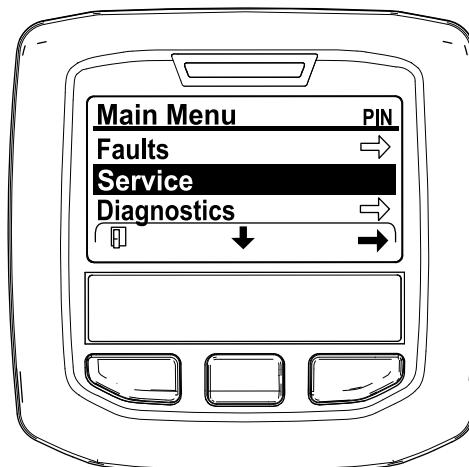

図 29
- メインメニュー MAIN MENU 画面で、中央ボタンを押して整備 SERVICE メニューへ移動し、右ボタンで整備 SERVICE を選択する 図 29。